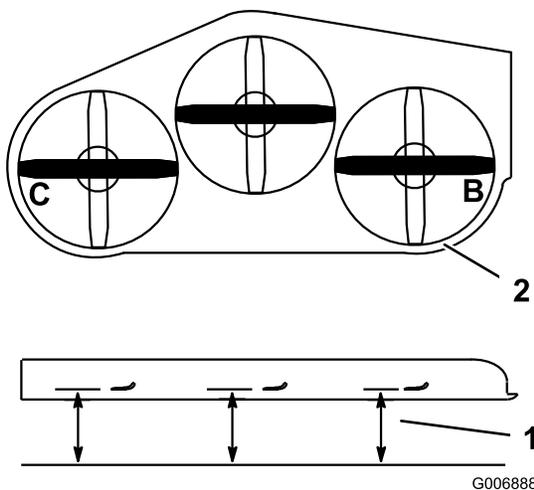

Figure 90
4. Mesurez la distance aux points **B** et **C** entre une surface plane et le bord coupant des pointes des lames (Figure 90).